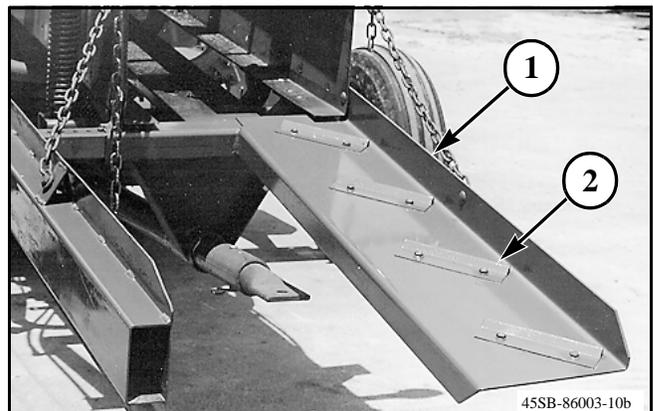

FIG. 19
FIG. 19: La rampa para fardos de un cuarto de vuelta (1) descarga un fardo directamente detrás de la enfardadora con el fardo hacia un lado. La mayoría de los cargadores mecánicos de fardos requieren que los fardos estén al costado.